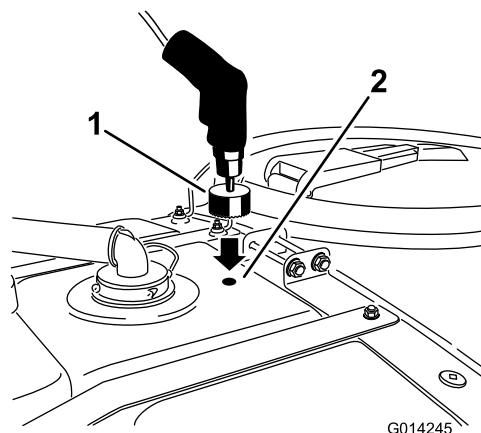

Рисунок 12
4. С помощью кольцевой пилы диаметром 4,5 см просверлите отверстие в отмеченном месте (Рисунок 12).